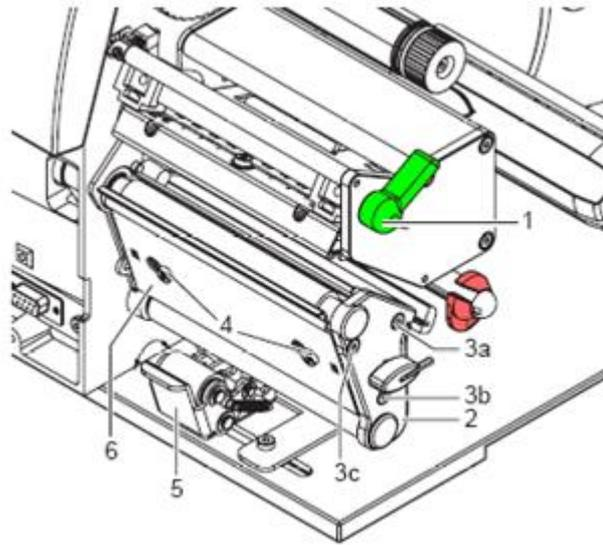

Figura 24
1. Extraiga de los ejes (9, 10) de la carcasa el cilindro de presión (7) y el cilindro distribuidor (8).
3. Coloque el cilindro de presión (7) y el cilindro distribuidor (8) en los respectivos ejes y girarlos ligeramente hasta que el hexagonal del eje encaje en el hexagonal interno del cilindro.
4. Coloque la placa de apoyo (2, Figura 24) , fijarla con los tornillos (3a, b, c, Figura 24) y apretar éstos en la secuencia a-b-c.
5. Coloque el borde distribuidor (6, Figura 24)) y apriete los tornillos (4, Figura 24) con la llave allen.